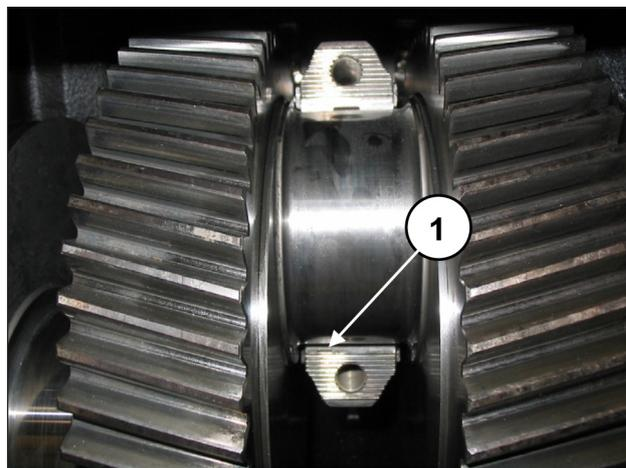

Fig. 81
**Para montar correctamente los cojinetes, la lengüeta de referencia de los semicojinetes debe encajar en el alojamiento de la semibiela (pos. ①, Fig. 81).**